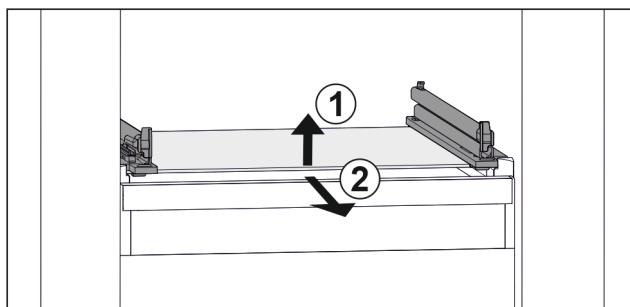

Fig. 74 Příklad znázornění skleněné desky
- ▶ Nadzvedněte skleněnou desku vpředu. Fig. 74 (1)
- ▶ Vyjměte skleněnou desku dopředu. Fig. 74 (2)